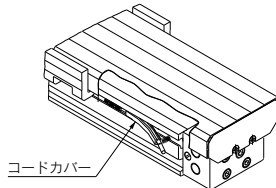

図3 コードカバー装着図
- 3) 予めリード線をコードカバー内に装着させた状態でシリンダ本体に装着してください。(図3参照)